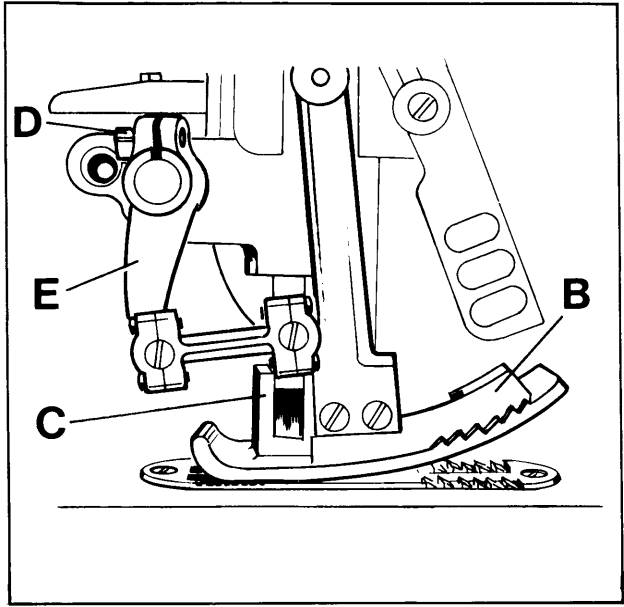

Fig. 18
Assemble the upper feed dog (B, Fig. 18) and the presser foot (C). The upper feed dog (B) should not push against the front or rear end when moving in the slots of presser foot (C).
Coloque el diente alimentador superior (B, Fig. 18) y el pie prensatelas (C). El diente alimentador superior no debe chocar contra los extremos delantero y traseros durante su movimiento en las ranuras del pie prensatelas (C).
For setting the upper feed dog with respect to the slot ends in the presser foot and the tooth spaces of the lower feed dog, loosen screw (D, Fig. 18) and turn drive lever (E) accordingly to the front or rear. Retighten screw.
Para ajustar el diente alimentador superior con respecto a los extremos de las ranuras en el pie prensatelas y los espacios entre los dientes del diente alimentador inferior, hay que soltar el tornillo (D, Fig. 18) y girar la palanca de accionamiento (E) hacia adelante o atrás respectivamente. Apriete de nuevo el tornillo.